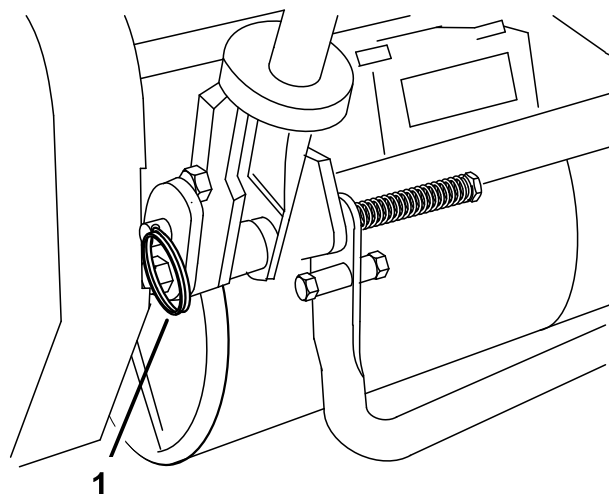

Figura 6
- Retire las chavetas de los pasadores de anilla en cada lado del cortacésped (Figura 6).